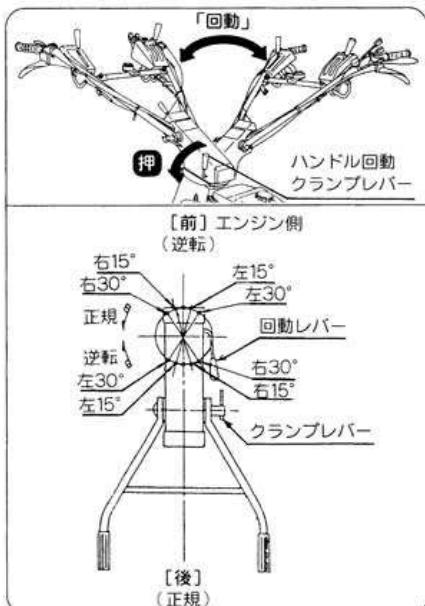

図50
- ① ハンドル回動クランプレバーを押し下げることにより、左側へ2段・右側2段の調節ができます。(ハンドル正転・逆転時)(図50)
- ② ハンドル回動クランプを確実に【ロック】位置にしてください。
- ③ 変速レバーの根元を持上げて、操作しやすい位置にセットしてください。